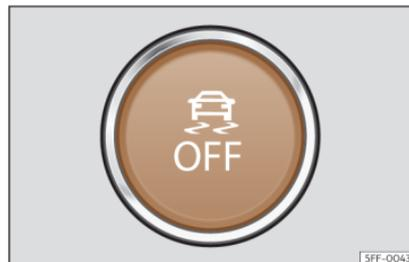

Fig. 177 Nella parte inferiore della console centrale: tasto per attivare/disattivare l'ESC
- Il TCS può essere attivato e disattivato premendo brevemente il tasto  sulla console centrale» Fig. 177.
- L'ESC in modalità "Sport" può essere attivato o disattivato premendo brevemente il tasto  sulla console centrale >>> **fig. 177**.
- L'ESC può essere attivato e disattivato premendo brevemente il tasto  sulla console centrale >>> **fig. 177**.